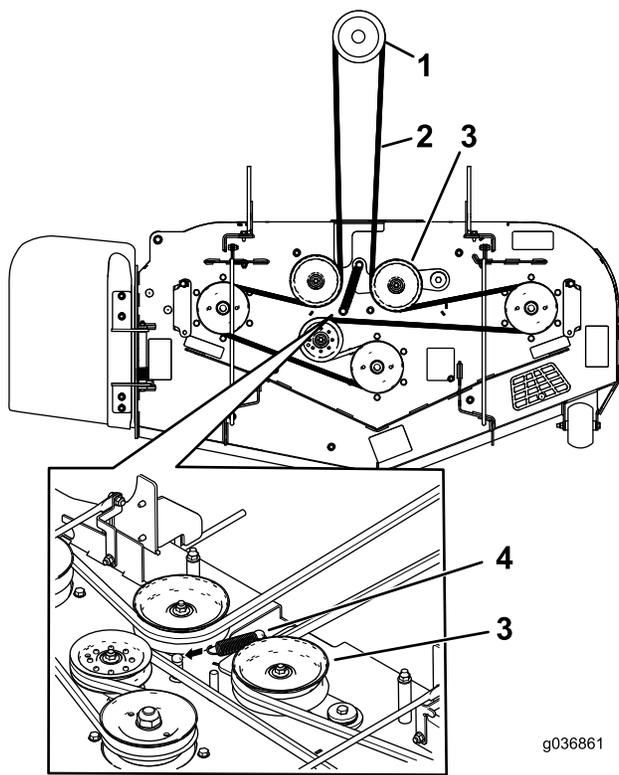
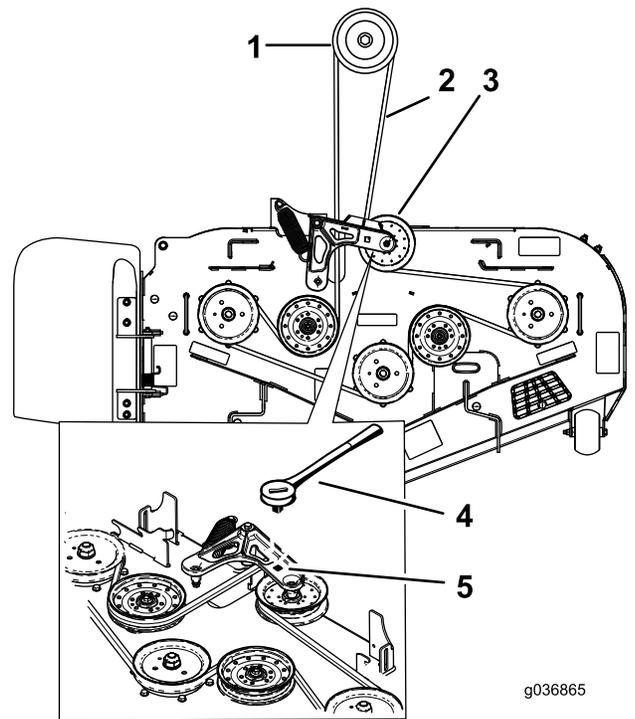

Figura 26
Figura 28
1. En el cortacésped, retire la tensión del muelle de la polea tensora; consulte Figura 26 o Figura 28.
Nota: En los modelos de soplador 78486, 78487, 78488, 78404, 78405 y 78406, utilice una llave de carraca en el orificio cuadrado del brazo tensor para eliminar la tensión del muelle tensor (Figura 28).
9. Instale la correa de la carcasa de corte alrededor de la polea tensora tensada con muelle (Figura 26 o Figura 28).